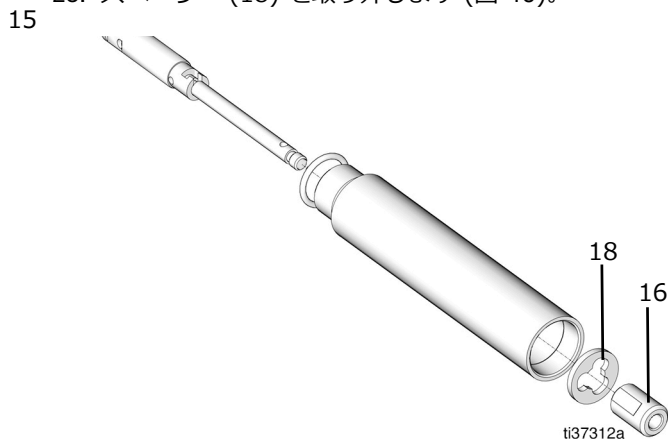

図 40
22. シャトルバルブ (16) を取り外します (図 40)。
23. スパースー (18) を取り外します (図 40)。